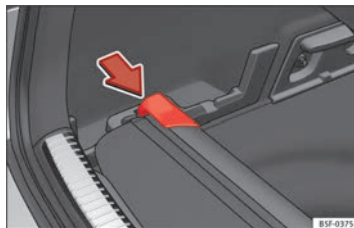

Fig. 99 En el maletero: alojamiento para guardar la bandeja portaobjetos.
- Presione el cabezal de la bandeja portaobjetos en el sentido de la flecha hasta encajarlo en el alojamiento previsto para tal uso ⇒ fig. 99.